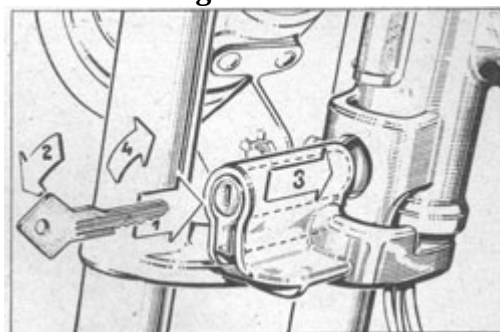

Bild 4
- Fahrzeug entsichern (Bild 4) und Leer Gang einlegen,